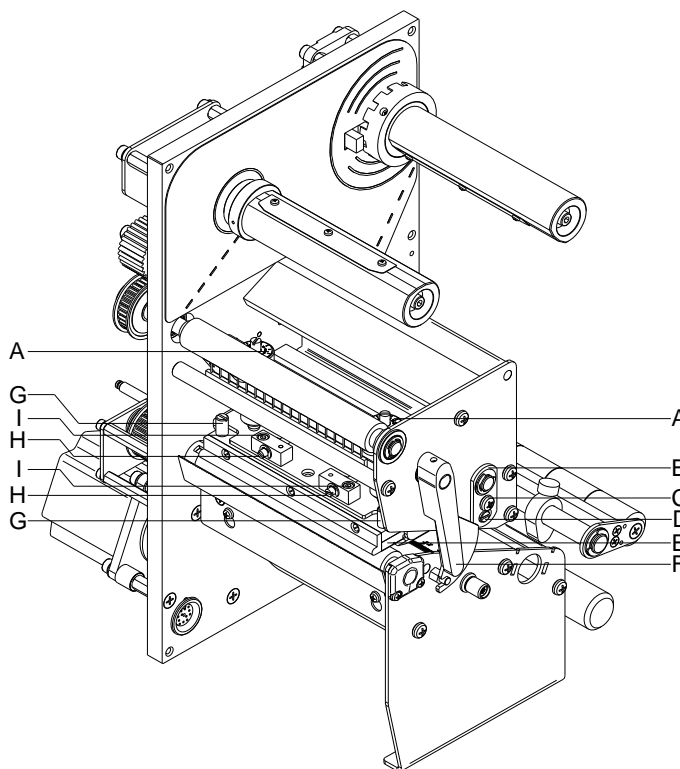

Figure 17
1. Desserrer la vis (I, Figure 17) avec une clé mâle à six pans environ $\frac{1}{4}$ tours.
2. Régler le parallélisme avec les vis (H, Figure 17).
4. Serrer encore les vis (I, Figure 17).
Après avoir régler le parallélisme s'il n'y a pas de pression régulière sur la largeur d'impression complète on peut cela régler à l'aide d'une plaque réglage (B, Figure 17) comme suivant:
1. Desserrer la vis (C, Figure 17) avec un tournevis environ $\frac{1}{4}$ tours.
2. Tourner l'axe excentrique (D, Figure 17) pour régler la pression et ajuster la tête d'impression jusqu'à l'impression test est correcte et a une bonne qualité.
3. Serrer encore la vis (C, Figure 17).